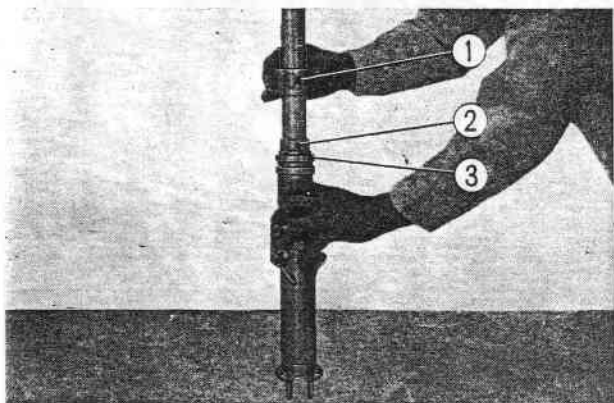

Fig. 11-19 ① Masselotte de montage
② Boulon de fixation de tube de fourche (8 mm)
③ Boulon de fixation de tube de fourche (10 mm)
2. Monter le tube de fourche dans le tube enveloppe inférieur et mettre en place le joint d'étanchéité à l'aide du guide de montage (outil n° 07054-30001) et de la masselotte (outil n° 07057-29201). (Fig. 11-19)